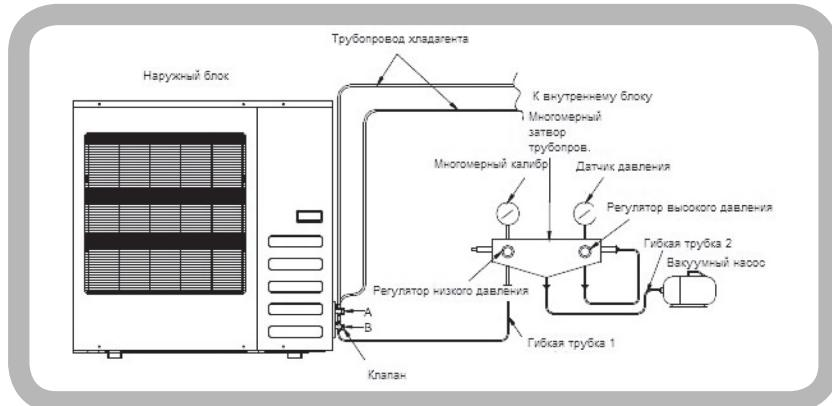

Рисунок 12
- b. При подключении труб длиной более 5 метров (одинарная длина) для откачки воздуха использовать вакуумный насос (Рис. 12).